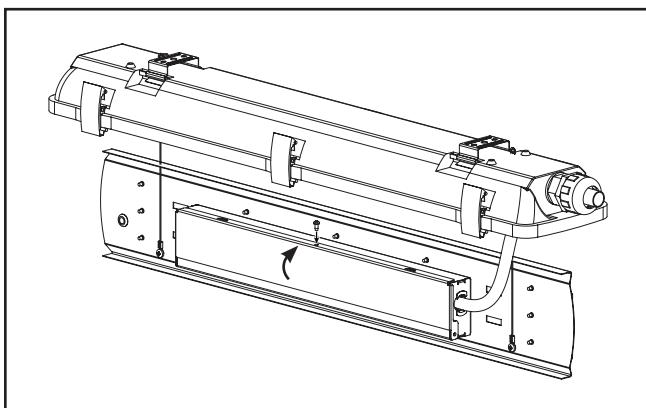

Figura 15.
- Cierre la puerta del gabinete del conductor y asegúrela con el tornillo de la puerta del conductor. (Figura 15) Sin tocar las placas de LED, levante la bandeja de engranaje y póngala de vuelta en su lugar, alineando los orificios rectangulares con los clips de la bandeja de engranajes. Coloque de nuevo la bandeja de engranajes en su lugar.